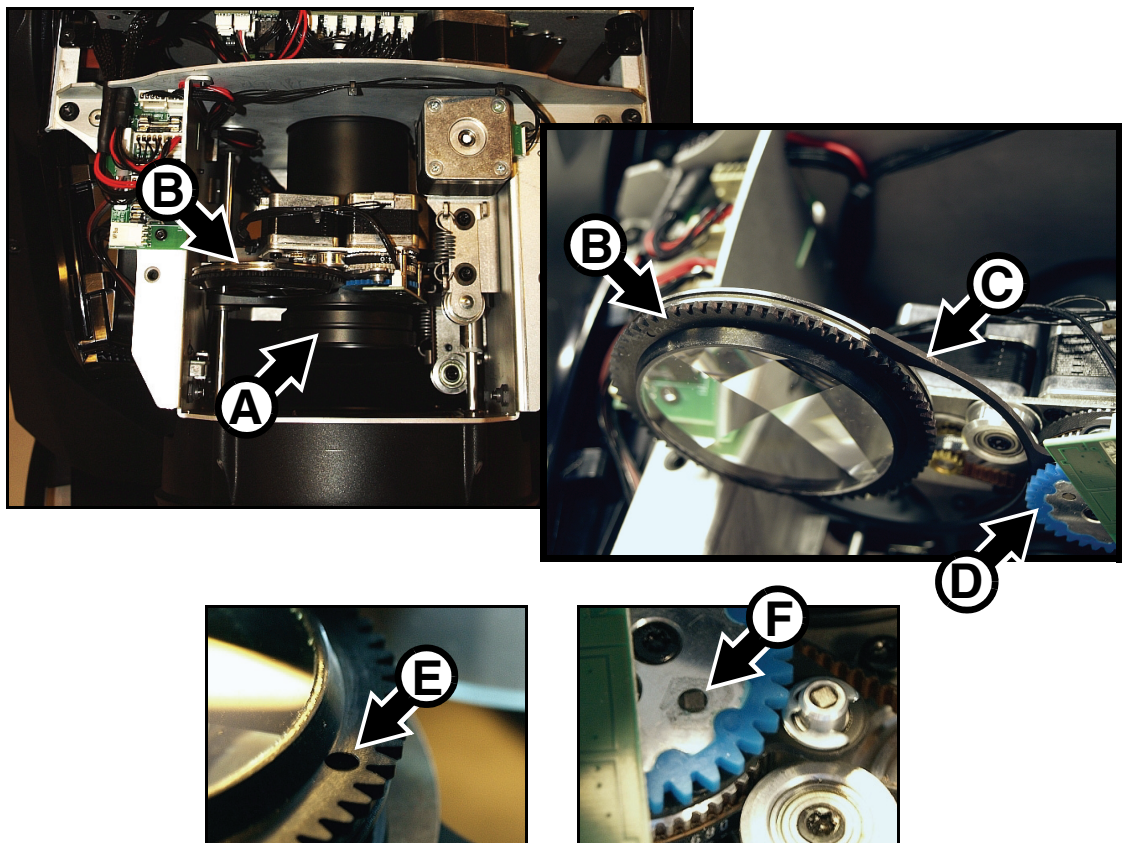

Bild 16: Ein- und Ausbau des Prismas
3. Siehe Bild 16. Schieben Sie den Foom/Fokus-Schlitten **A** ganz nach vorne.